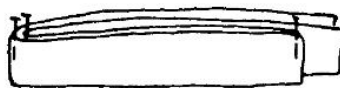

Рис. 175
1. Подберите мягкую, узкую резинку, которая не становится уже при растяжении. Возьмите ее отрезок на 5 см короче обхвата талии. Отметьте центр отрезка, согните по отметке. Согните еще раз так, чтобы свободные концы выступали по сравнению со сгибом на 5—6 мм. Обозначьте места новых сгибов (рис. 175).